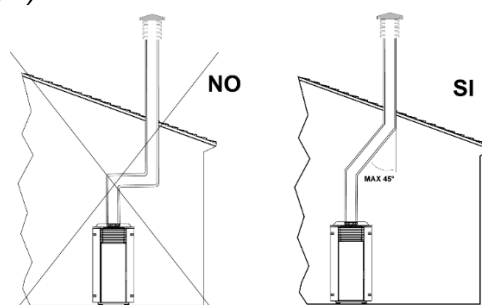

Fig.2
- La sección interna debe ser uniforme, preferiblemente circular: las secciones cuadradas o rectangulares deben tener las aristas redondeadas con un radio no inferior a 20 mm; relación máxima entre los lados de 1,5; paredes lo más lisas posibles y sin estrechamientos; curvas regulares y sin discontinuidad, las desviaciones del eje no superiores a 45° (*fig. 2*)